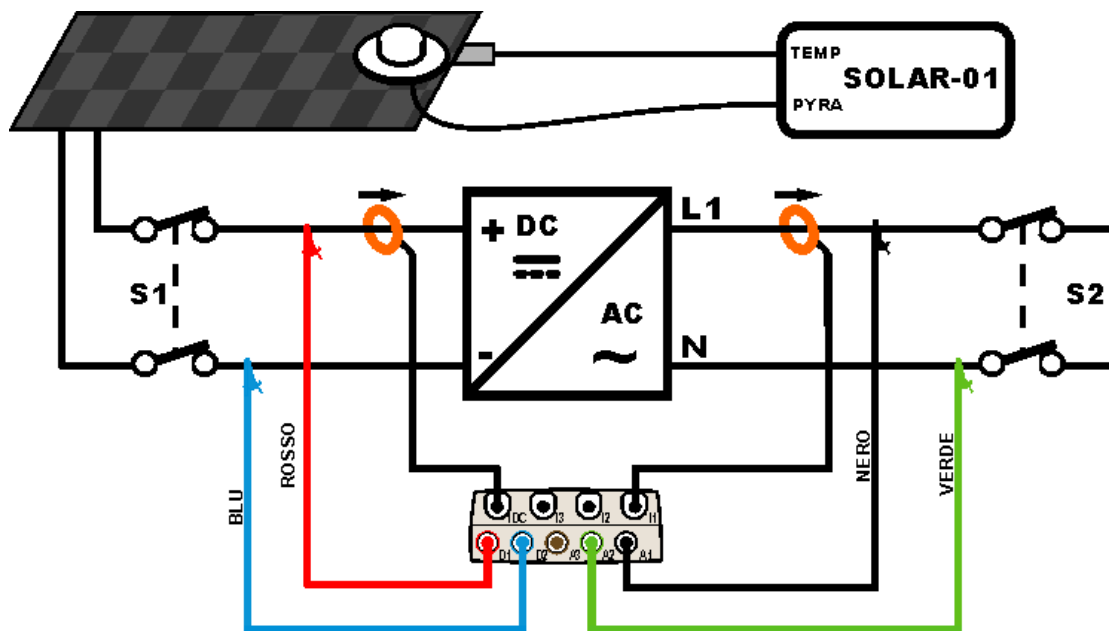

Fig. 166: Collegamento dello strumento in un sistema FV-1 con unità SOLAR-01
2. Collegare gli ingressi **D1** e **D2** rispettivamente ai poli positivo e negativo di uscita della stringa. Collegare gli ingressi **A1**, **A2** ai conduttori di Fase e Neutro rispettando i colori come mostrato in Fig. 166
3. Collegare la pinza di corrente DC sul conduttore positivo in uscita dalla stringa **rispettando il verso della freccia** presente sulla pinza stessa come indicato in Fig. 166. **Controllare lo stato delle batterie interne della pinza prima del collegamento**
4. Collegare la pinza AC sul conduttore di Fase **L1** **rispettando il verso della freccia** presente sulla pinza stessa come indicato in Fig. 166. Collegare l'uscita della pinza all'ingresso **I1** dello strumento.